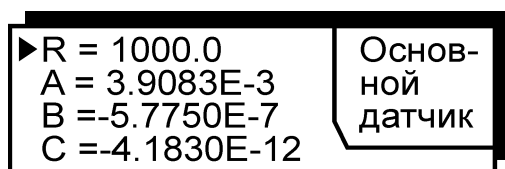

Рисунок 18 — Параметры ТСП
2.15.2 Каждый датчик представляет собой платиновый термометр сопротивления (ТСП) и имеет собственный независимый блок параметров, соответствующий ГОСТ 6651 (рисунок 18).